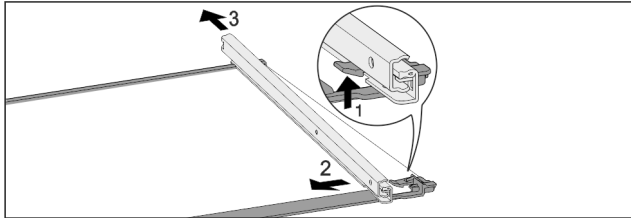

Fig. 58 Tablette en verre avec rails
- ▶ Pousser le crochet d'enclenchement avant vers le bas. Fig. 58 (1)
- ▶ Pousser le rail télescopique vers le côté Fig. 58 (2) et vers l'arrière Fig. 58 (3).